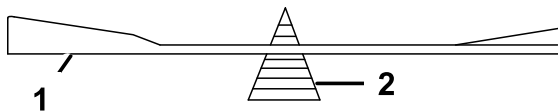

Figura 59
- Verifique el equilibrio de la cuchilla colocándola sobre un equilibrador de cuchillas (Figura 59).